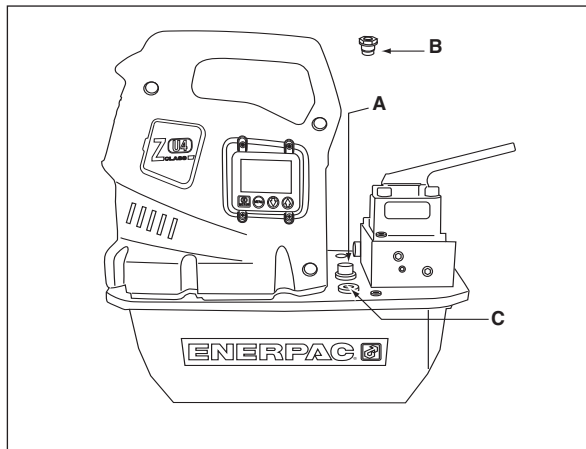

Figura 2, ZU4 Instalação do Respiro
4.1 Tampa de Respiro do Reservatório (ver Figura 2)